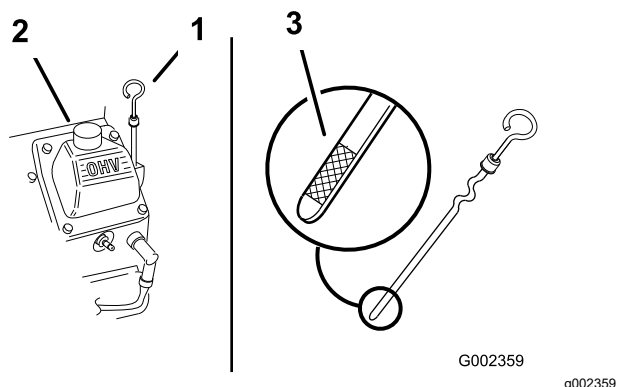

Figura 160
3. Pulite l'area intorno al tappo di rifornimento dell'olio e l'asta di livello (Figura 160).